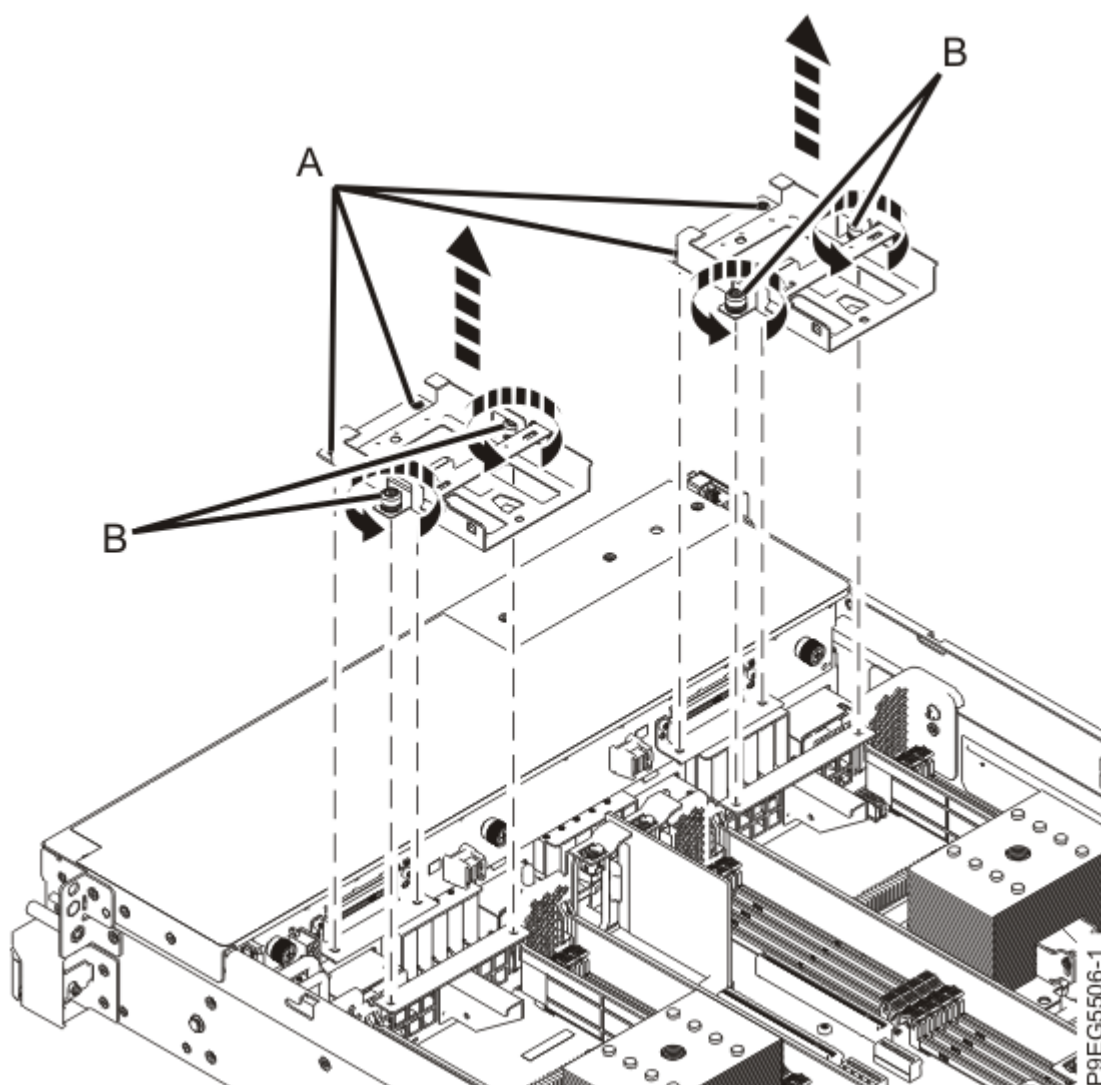

Figura 9. Removendo as bandejas de unidade
4. Remova as bandejas de unidade **(A)** conforme mostrado na Figura 9 na página 11.